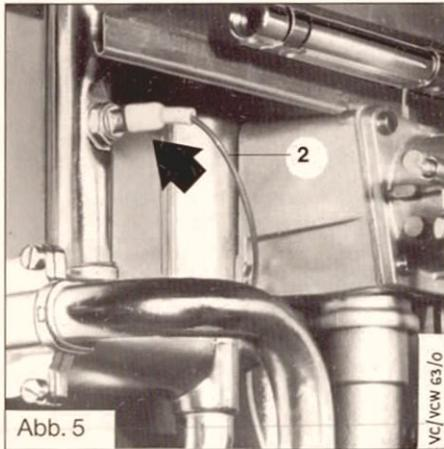

Abb. 5
Das zweiadrige Anschlußkabel (5) in die Nähe des NTC (siehe Abb. 5) führen. Die Anschlußader (2) durchtrennen und mittels der Lüsterklemme (4) am Anschlußkabel (5) anklemmen.